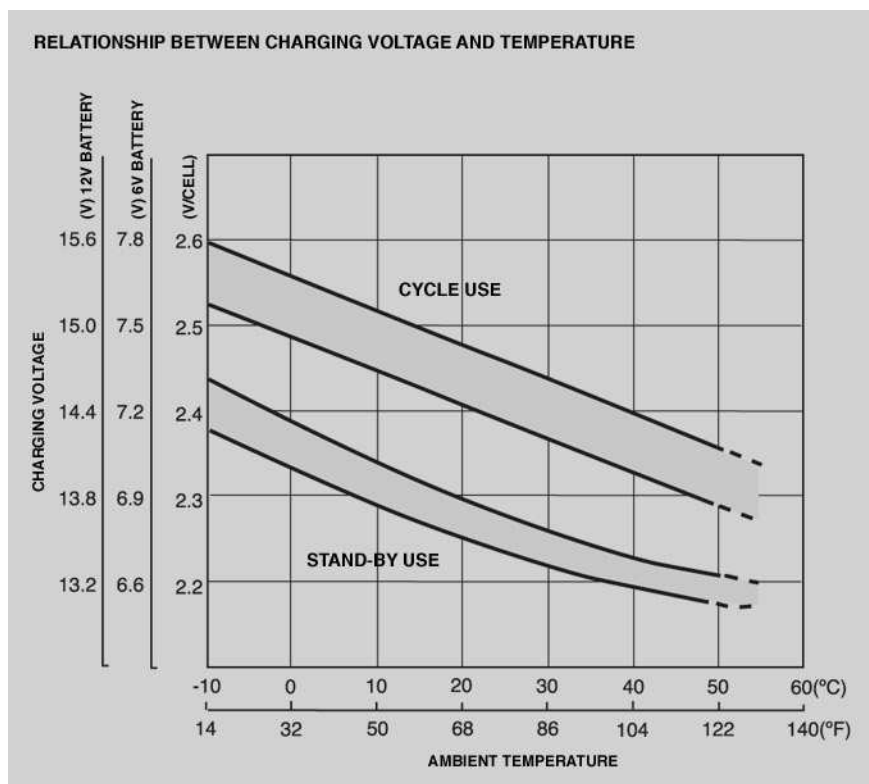

Fig. 6: Caracteristica tensiunii de reîncărcare funcție de temperatură
- *Caracteristica tensiunii de reîncărcare funcție de temperatură*: reprezentată în Fig. 6.